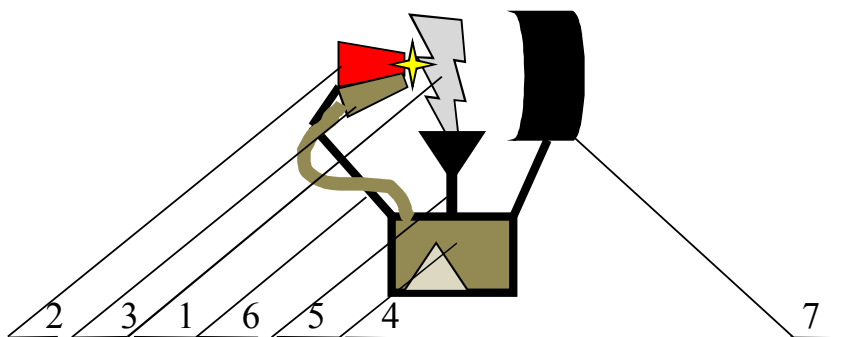

Рис. 2. Устройство для дезинтеграции фрагмента КМ
В нашем случае КМ сначала нужно расплавить и получить из него заготовку, а после из этой заготовки вытянуть проволоку. Расплавить металл в космосе можно [5], но для этого крупные осколки космического мусора предварительно необходимо разделить (см. Рис.2). Ну, например, на зафиксированный фрагмент КМ (1) направить луч лазера (2) для резки. На поверхности фрагмента появится капля жидкого перегретого металла, которая, испаряясь в невесомости, тут же оттолкнется от поверхности КМ и «полетит» в окружающее пространство. То есть нужна емкость для сбора капель жидкого металла и устройство сбора.